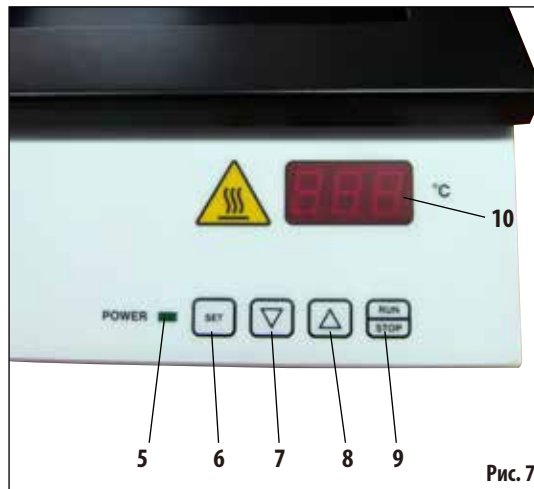

Рис. 7
- Заданная температура отображается на дисплее (рис. 7, 10).
- Для коррекции заданной температуры удерживайте нажатой соответствующую кнопку настройки (рис. 7, 7+8). Показания дисплея будут медленно меняться в диапазоне первых 8 последовательных чисел, затем скорость изменения увеличится.
- Заданную температуру можно проверить, нажав кнопку **SET** (рис. 7, 6).